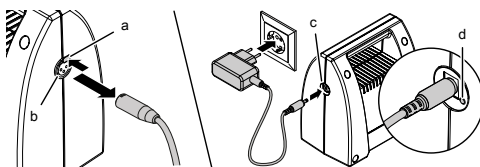

Fig. 9: Ricarica del gruppo batteria
- Prima di eseguire dei lavori sul motore, scollegare assolutamente la spina dal motore al gruppo batteria! (vedi anche capitolo 7.2, fig. 9)
È presente un errore del test automatico. La portone del garage non si apre o si chiude.	Scollegare la spina dal motore al gruppo batteria (vedi capitolo 7.2, fig. 9) e ricollegarlo dopo circa 10 secondi.